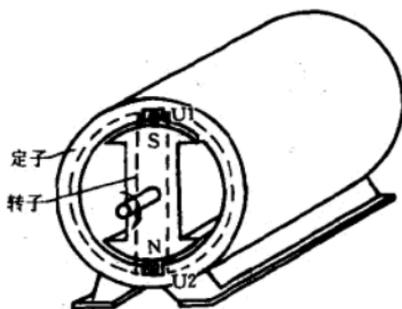

图 1-1 单相交流发电机示意图
答：图 1-1 为单相交流发电机示意图。发电机主要由两部分构成：①定子——在定子铁芯内圆的槽中安放着绕组（图中只画了一个绕组，U1